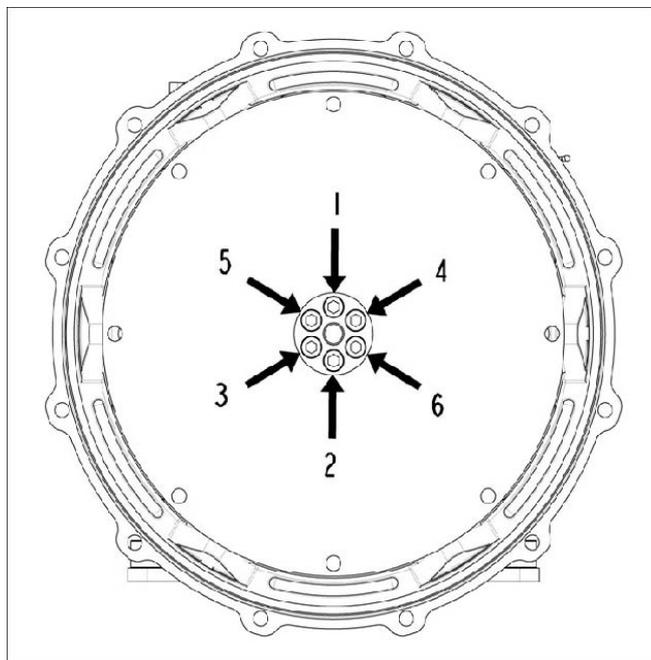

FIGURA 10. SEQUENZA DI FISSAGGIO AL MOZZO
4. Se necessario, serrare i bulloni del disco di accoppiamento nella sequenza indicata in Figura 10 a pagina 29 . Per la coppia di serraggio vedere Capitolo 8 a pagina 51.